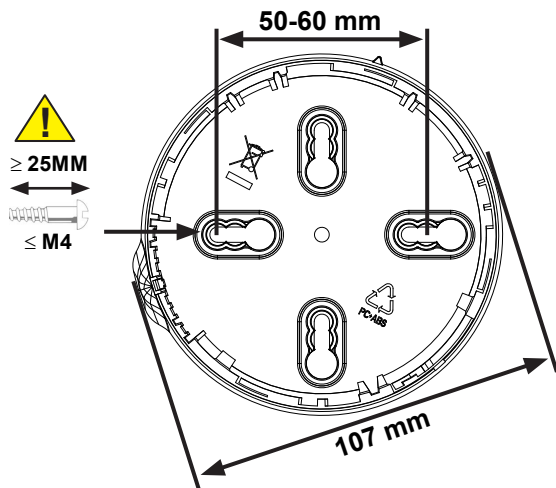

Abbildung 2: Befestigung des Alarmgebers im Sockel
Abbildung 2 zeigt die Befestigung des Alarmgebers im Sockel.
- 3) Setzen Sie den Alarmgeber in seinen Sockel ein (gemäß Darstellung in **Abbildung 2**).